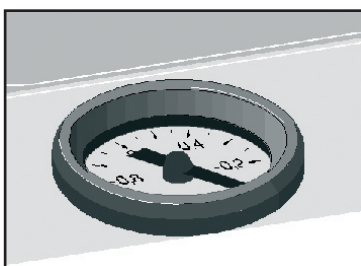
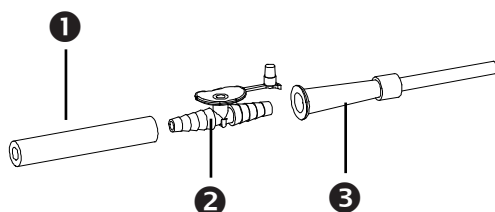

Bild 3. Vakuummeter
Bild 4.
- Stellen Sie Ihr gewünschtes maximales Vakuum ein, indem Sie die Saugschlauchöffnung (①, Bild 4) zuhalten und das Vakuum aufbauen lassen. Dann öffnen Sie den Vakuumregler (⑥, Bild 1, S. 4) soweit, bis das Vakuummeter das gewünschte Vakuum anzeigt (Bild 3).
- Wählen Sie einen Absaugkatheter (z.B. von Unoplast, ③, Bild 4, diese sind bei ATMOS in 3 Größen erhältlich) in der richtigen Größe oder ein Absaugbesteck, das Ihnen der Fachhandel bereitstellen kann.
- Verbinden Sie den Saugschlauch (①, Bild 4) und den Absaugkatheter (③, Bild 4) mit Hilfe des Fingertip (②, Bild 4).
Hierzu müssen Sie die Schalldämpferabdeckung entfernen (Bild 3)